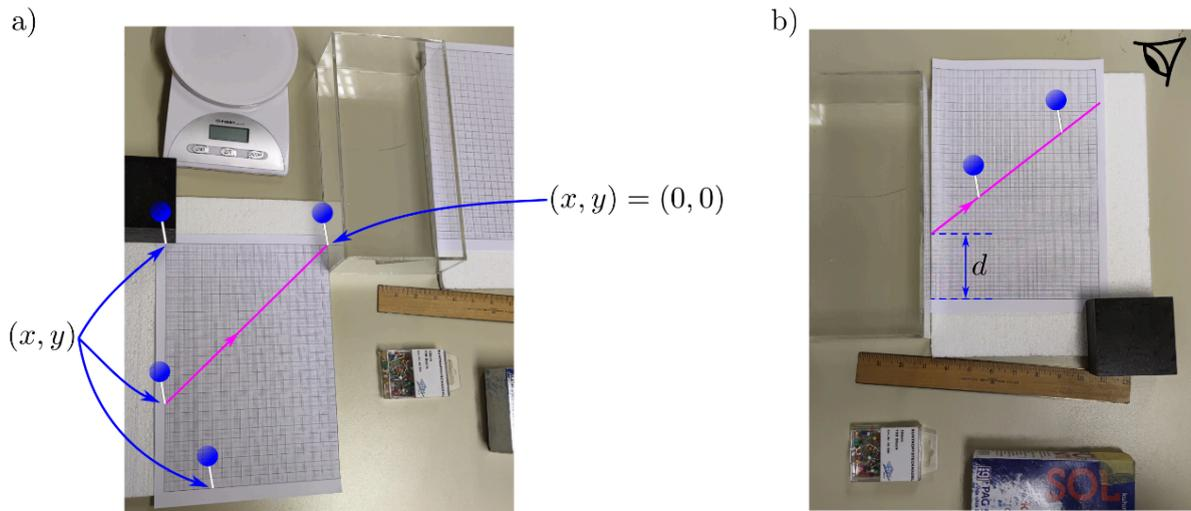

Abbildung 3.6. a) Skizze der Position der Stecknadeln für den eingehenden Lichtstrahl. b) Skizze der Position der Stecknadeln für den ausgehenden Lichtstrahl.
In der ersten Spalte sind vorgegebene Winkel α , für die wir die Abstände d bestimmen wollen. Wir legen den Strahlengang fest, indem wir zwei Stecknadeln in das Millimeterpapier auf dem Styropor stecken. Eine Stecknadel wird in die Ecke des Millimeterpapiers neben der Wanne mit der Flüssigkeit gesteckt (siehe Abbildung 3.6. a). Diese Stecknadel hat die Koordinaten $(x, y) = (0, 0)$. Die andere Stecknadel wird auf dem Millimeterpapier mit den Koordinaten (x, y) platziert. Du
Du kannst den Weg des gedachten Lichtstrahls, der aus der Wanne austritt, verfolgen, indem du von der Seite schaust und zwei Stecknadeln auf das zweite Millimeterpapier setzt (siehe Abbildung 3.6. b). Achte auf die Platzierung und die Ausrichtung des Millimeterpapiers, um sicherzustellen, dass du die Abstände d richtig bestimmst. Um die Genauigkeit der Messung für einen einzelnen Lichtstrahl zu maximieren, solltest du die beiden Stecknadeln nicht zu nahe beieinander platzieren. **Plane deinen Versuchsaufbau so, dass du das Millimeterpapier nicht verschiebst, während du die verschiedenen Strahlen aufzeichnest, da dies zu zusätzlichen Fehlern bei den Messungen führen würde.**
3.2.3. Fülle die Wanne weniger als zur Hälfte mit deionisiertem Wasser und platziere die Stecknadeln wie beschrieben auf dem Millimeterpapier. Nachdem du (alle) Stecknadeln auf dem zweiten Millimeterpapier platziert hast, zeichne mit einem Lineal Linien, die die Stecknadeln der einzelnen Strahlen verbinden, und verlängere sie bis zum Rand des Millimeterpapiers. So kannst du den Abstand d für jeden der Strahlen bestimmen und ihn in Tabelle 3.3 in der Spalte " d (cm) 0%" auf dem Antwortbogen eintragen (siehe Abbildung 3.6. b). (9 p)